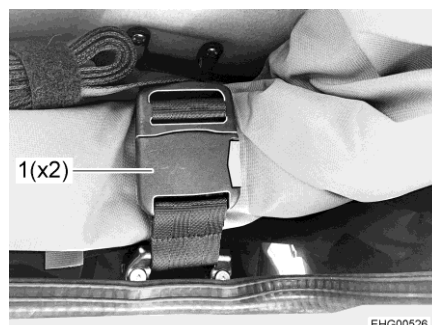

Fig. 36 Fibbia
- Aprire le due fibbie (Fig. 36,1).